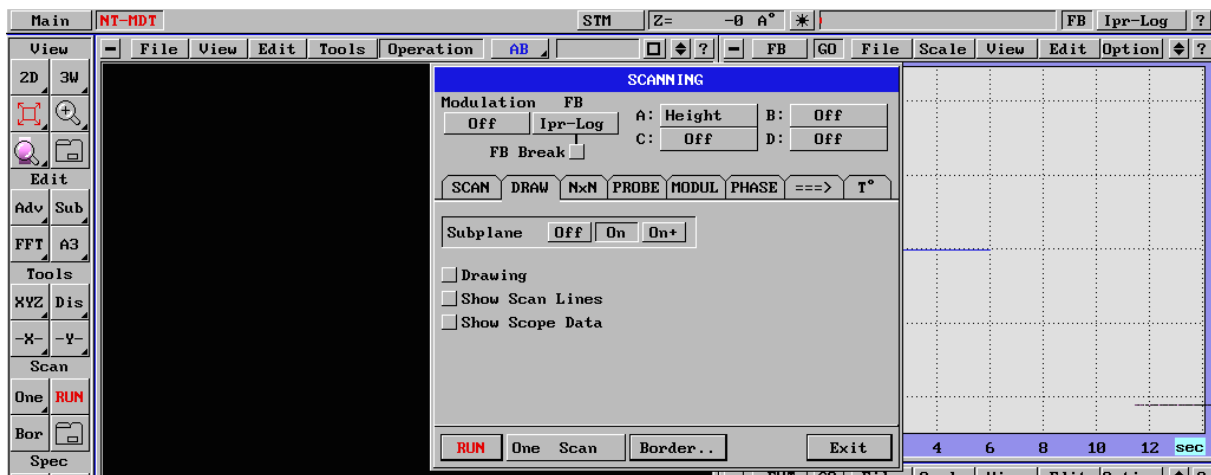

Fig. 66
- Drawing - off (Fig. 66)
- Subplane - on (Fig. 66)